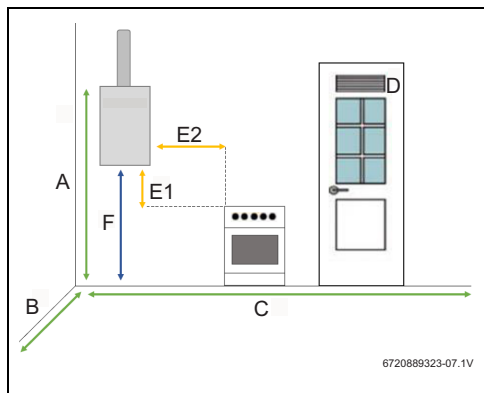

Fig. 17 Distâncias mínimas
- Respeitar as medidas mínimas de instalação indicadas na Fig. 17.
- ▶ Assegurar o bom acesso nos trabalhos de manutenção, respeitando as distâncias mínimas indicadas na Fig. 17.